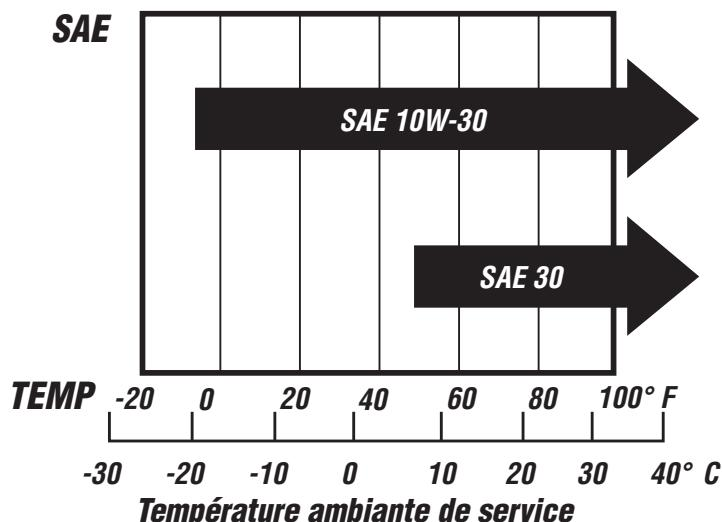

Figure 5
- Une bouteille d'huile à moteur est incluse avec votre débroussailleuse. Veuillez référer à la Figure 5 pour connaître les types alternatifs d'huile à utiliser selon les différentes températures. Utilisez toujours une huile détergente classifiée «Pour Service, SG, SH, SJ» ou plus élevé. N'utilisez pas d'additifs spéciaux.